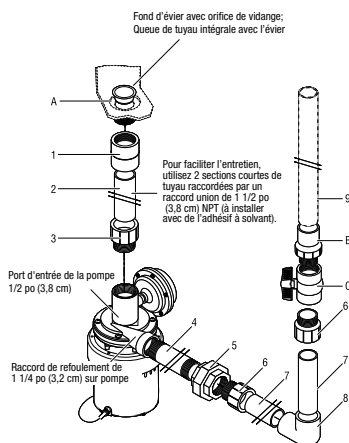

Figure 1:
12. Installez la tuyauterie de refoulement comme indiqué dans les figures 1 et 2. L'ordre d'installation est comme suit :
- e. Robinet de refoulement (C), clapet antiretour (B)